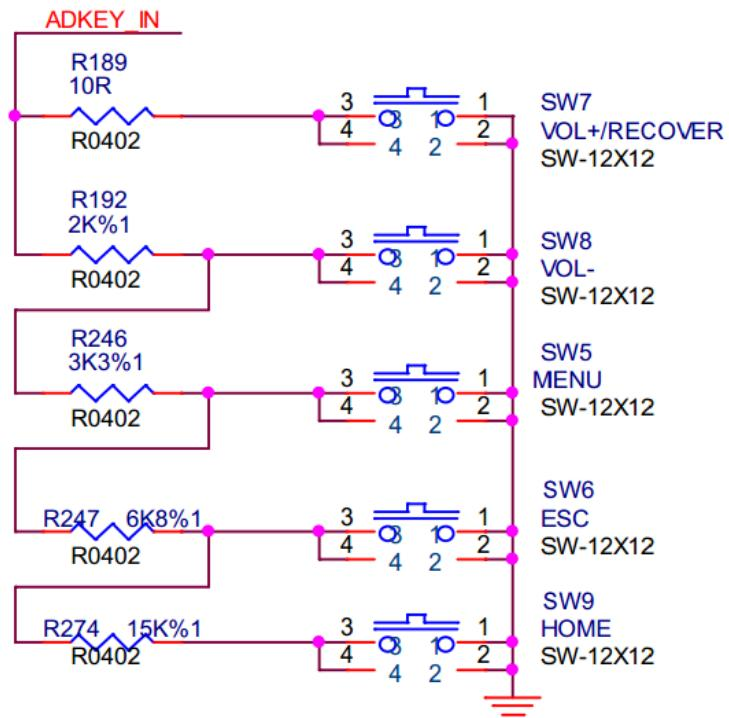

图 18 SDK开发板按键组合原理图
2. ADC供电电压由Top Board提供，RK3288上为1.8V，可根据图18的电阻参数，计算对应的按键键值。